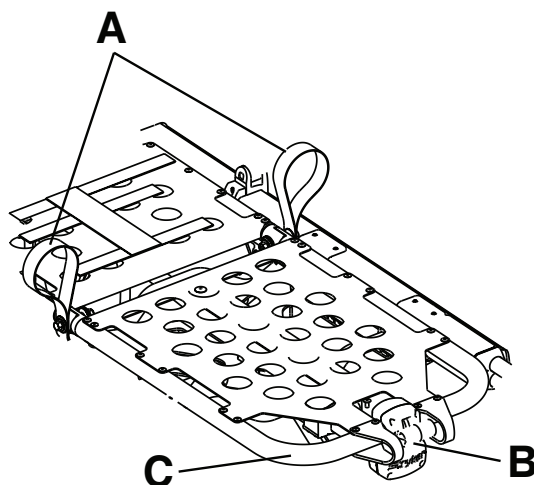

Figure 9 – Relève-jambes
1. Lever n'importe laquelle des boucles de levage rouges (A) jusqu'à ce que le relève-jambes se trouve à la position la plus élevée (Figure 9).
Pour abaisser le relève-jambes, lever l'une ou l'autre des boucles de levage rouges (A) pour libérer la pression du mécanisme de verrouillage. Tout en tenant la boucle, appuyer sur la poignée rouge de déblocage du repose-pieds (B) jusqu'à ce que la bride de support soit libérée (Figure 9). Abaisser le relève-jambes jusqu'à ce qu'il repose à plat.
Pour élever le relève-jambes en Trendelenburg, lever le cadre du repose-pieds (C) aussi haut que possible jusqu'à ce que le cadre se verrouille en place (Figure 9). La bride de support se connecte automatiquement lorsque le cadre est libéré.
Pour abaisser le relève-jambes en Trendelenburg, lever le cadre du repose-pieds (C) et, tout en tenant le cadre, lever la poignée rouge de déblocage du repose-pieds (B) jusqu'à ce que le cadre libère la bride de support (Figure 9). Abaisser le repose-pieds jusqu'à ce qu'il repose à plat.